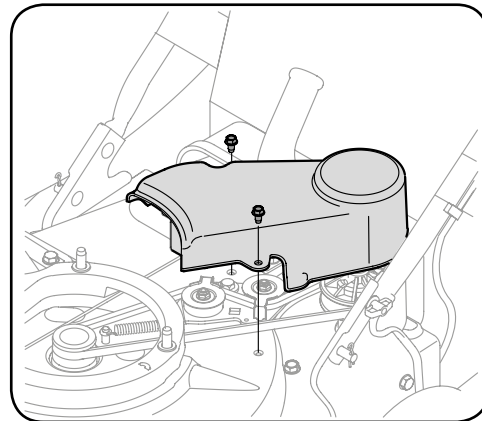

Рисунок 7-2
4. Выкрутите три самонарезающих винта, удерживающих крышку ремня, и снимите крышку. См. рисунок 7-2.